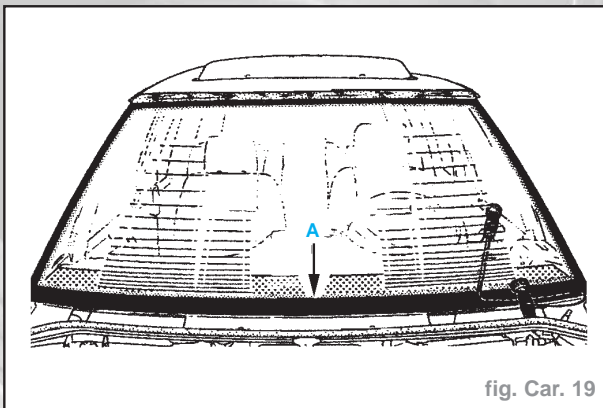

fig. Car. 19
**Attention :** Lors du passage face à la plaquette d'identification du châssis (A). (fig. Car. 19).